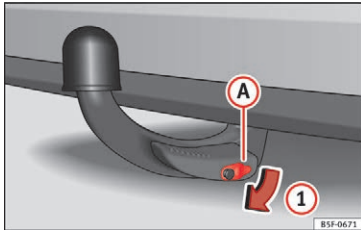

Fig. 186 Aftagning af låseafdækning
- Tag låseafdækningen **A** af låsen i pilens retning **1** » Fig. 186.